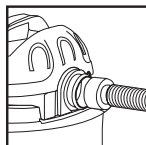

FIGURE 25
46. Votre aspirateur peut être utilisé en tant que puissante soufflerie. Pour cela, débouchez le tuyau flexible de toute obstruction éventuelle. Insérez l'extrémité du tuyau flexible de l'appareil dans la sortie réservée à la soufflerie et située à l'arrière de l'appareil **FIGURE 25.** Tournez-la